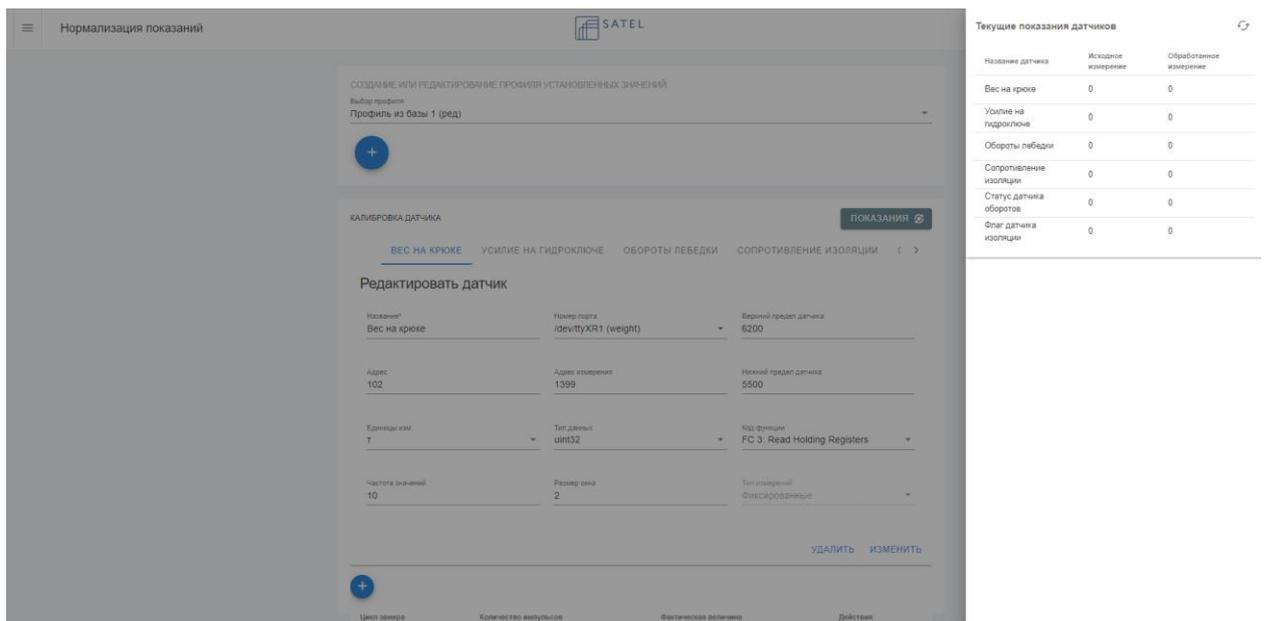

Рисунок 14 – Показания датчиков
- кнопка **ПОКАЗАНИЯ**  – позволяет просмотреть исходные и обработанные измерения добавленных датчиков (например, на крюке, усилие на гидроклуче, обороты лебедки, сопротивление изоляции, статус датчика оборотов, флаг датчика изоляции), а также обновить показания до текущих (см. рисунок 14), при этом после добавления датчиков появляются соответствующие «Вкладки» (в разделе «Редактировать датчик»);